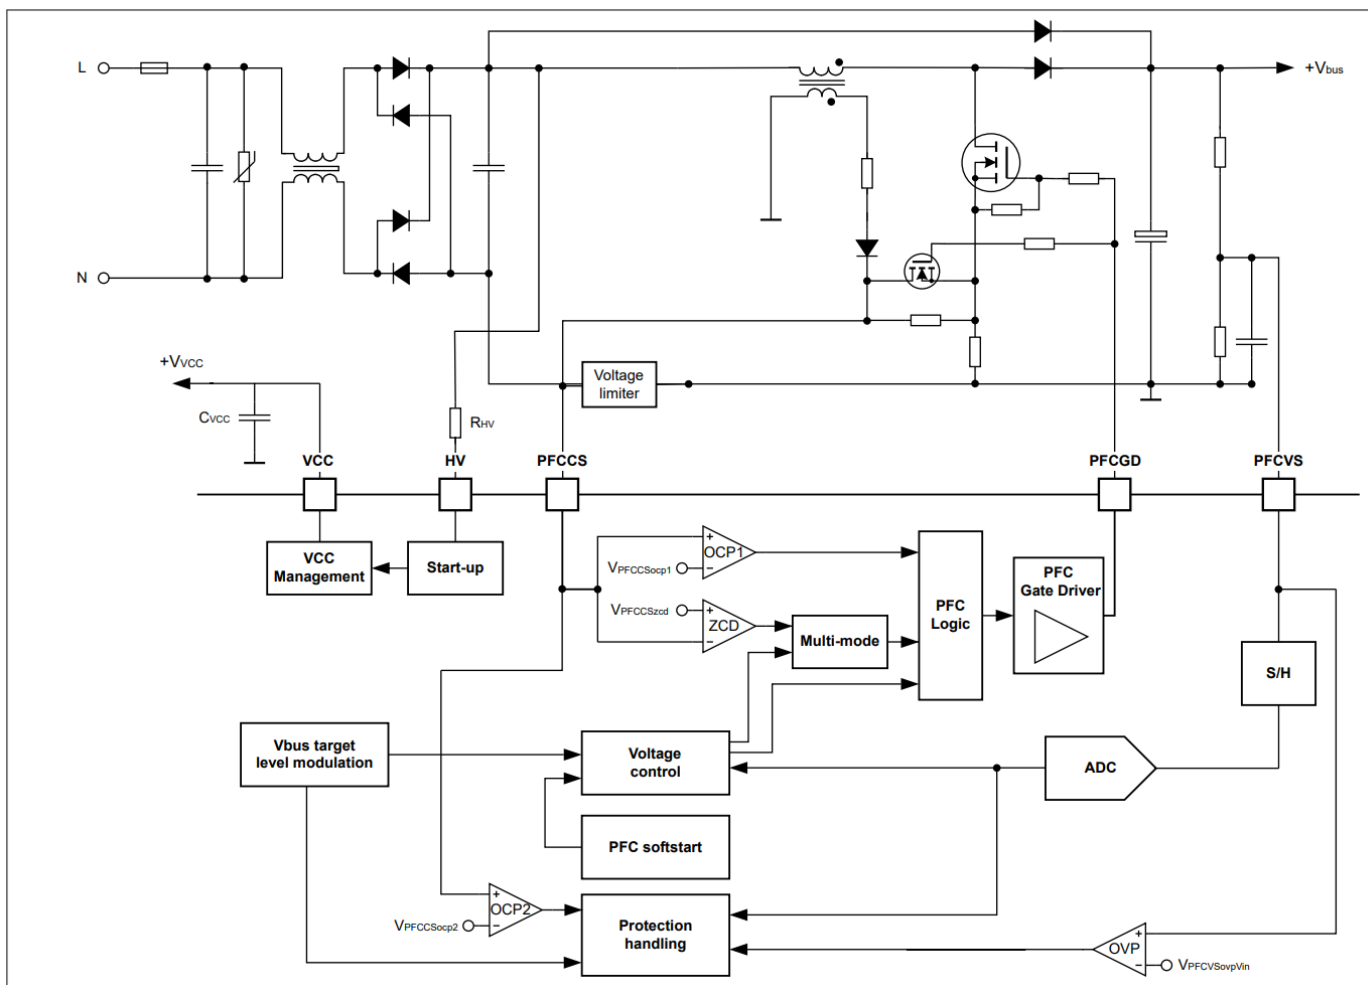
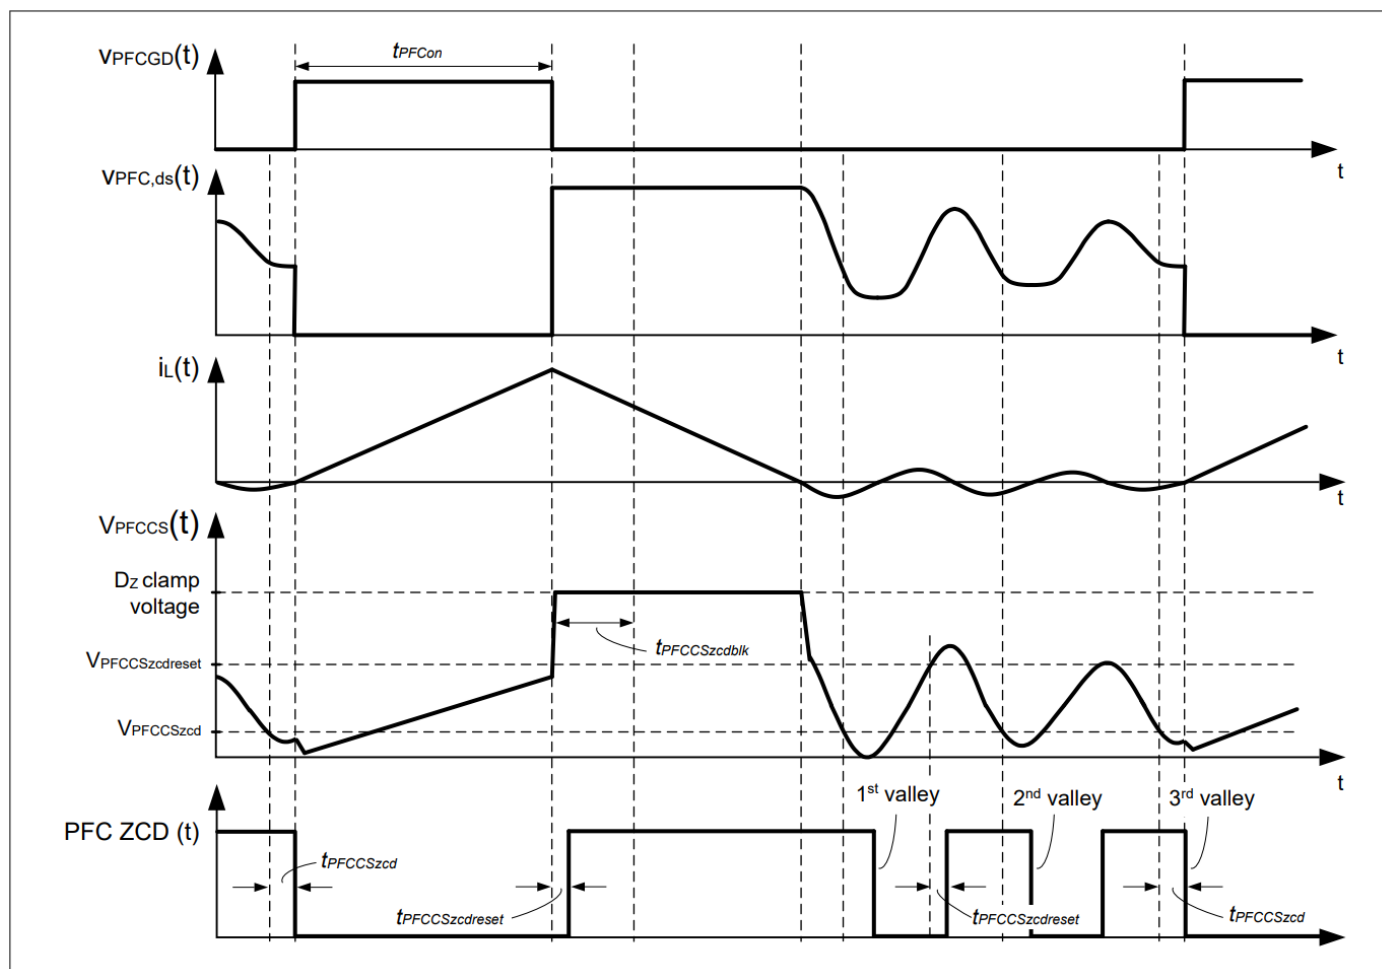

图 13 PFC电路布置和相关的 PFC 控制
图 14 PFC 开关周期，晶体管在第三个谷底导通（QRM3）
PFC 控制器控制 PFC 栅极驱动器 PFCGD 的开启和关闭, 以维持所需的总线电压 V_{bus} , 同时交流输入电流 I_{AC} 跟随瞬时线路输入电压 V_{AC} , 从而实现高功率因数和低谐波含量。该工作模式基于准谐振模式 (QRM), 即临界导通模式, 具有谷底开关和谷底跳跃功能。电感电流退磁后, 开关电压 $V_{PFC,ds}$ 的振荡通过集成过零检测 (ZCD) 机制进行检测。ZCD 功能与引脚 PFCCS 处的 PFC 电流限制相结合。图 13 显示了包括 IC 的 AC 输入级和 PFC 控制部分的 PFC 电路布置。
PFC控制器工作在准谐振模式，采用谷底开关。典型波形如图 14所示。在所示情况下，PFC 在第三个谷底打开。
PFC 级在引脚 PFCCS 处使用电流检测 (CS) 和过零检测 (ZCD) 功能。在 PFC 栅极驱动器导通期间，该引脚用作 PFC 峰值电流限制的 CS；而在栅极驱动器关断期间，该引脚用作谷底开关的过零检测器。图 13 显示了 ZCD 和 CS 的相关电路。
谷值检测需要了解 PFC 开关漏极和源极端子两端电压振荡的信息。图 13 展示了一种方案，该方案将外部电路连接到耦合到 PFC 电感的辅助绕组。控制 IC 内部采用一个迟滞比较器进行过零检测，该比较器的上升沿阈值为 $V_{PFCCSzdreset}$ ，下降沿阈值为 $V_{PFCCSzd}$ 。仅当 PFC 栅极关断后电压 V_{PFCCS} 高于上限阈值 $V_{PFCCSzdreset}$ 的时间超过滤波器和延迟时间 $t_{PFCCSzdreset}$ ，然后降至低于阈值 $V_{PFCCSzd}$ 的持续时间超过时间 $t_{PFCCSzd}$ 时，才会检测到 ZCD 事件。一旦达到目标阈值，栅极驱动器输出 PFCGD 将立即升高。为了抑制开关引起的振铃，在 PFCGD 下降沿之后， V_{PFCCS} 信号将在 $t_{PFCCSzdclk}$ 时间内消隐。图 14 说明了这种零交叉检测机制。